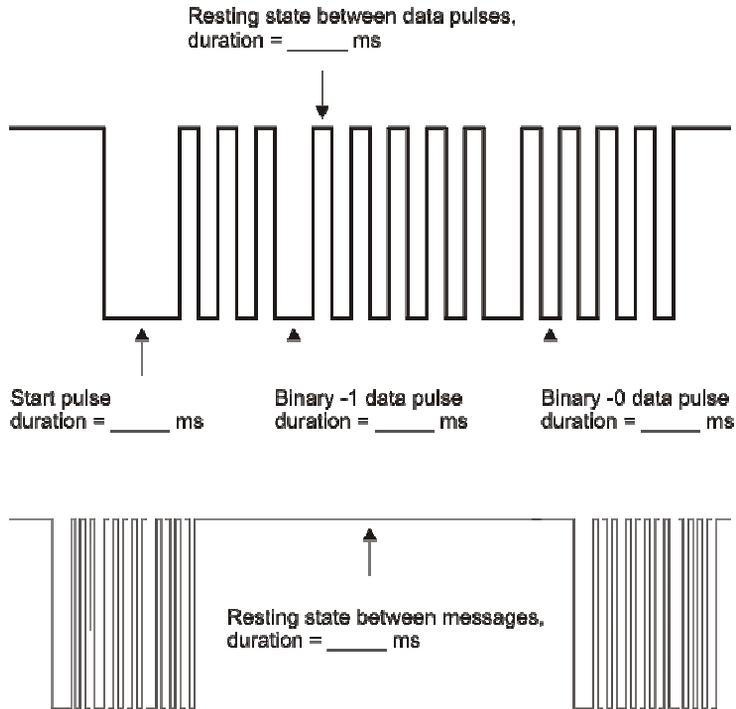

Figura 1-10
La Figura 1-10 mostra un diagramma di temporizzazione di un messaggio IR proveniente da un telecomando. Questo diagramma mostra la temporizzazione mentre il tasto 5 della tastiera del telecomando viene premuto e mantenuto premuto. Il vostro compito sarà di compilare la lista delle misure con i dati che avete annotato in questa Attività. Ricordate che ci sono 1000 μ s in ciascun millisecondo. Le vostre misure sono state effettuate in microsecondi, quindi dovrete dividere ciascuna misura per 1000 per inserire le misure in millisecondi nel diagramma di temporizzazione.
- ✓ Usate le misurazioni che avete annotato in questa Attività per ottenere le misure in millisecondi nella Figura 1-10.